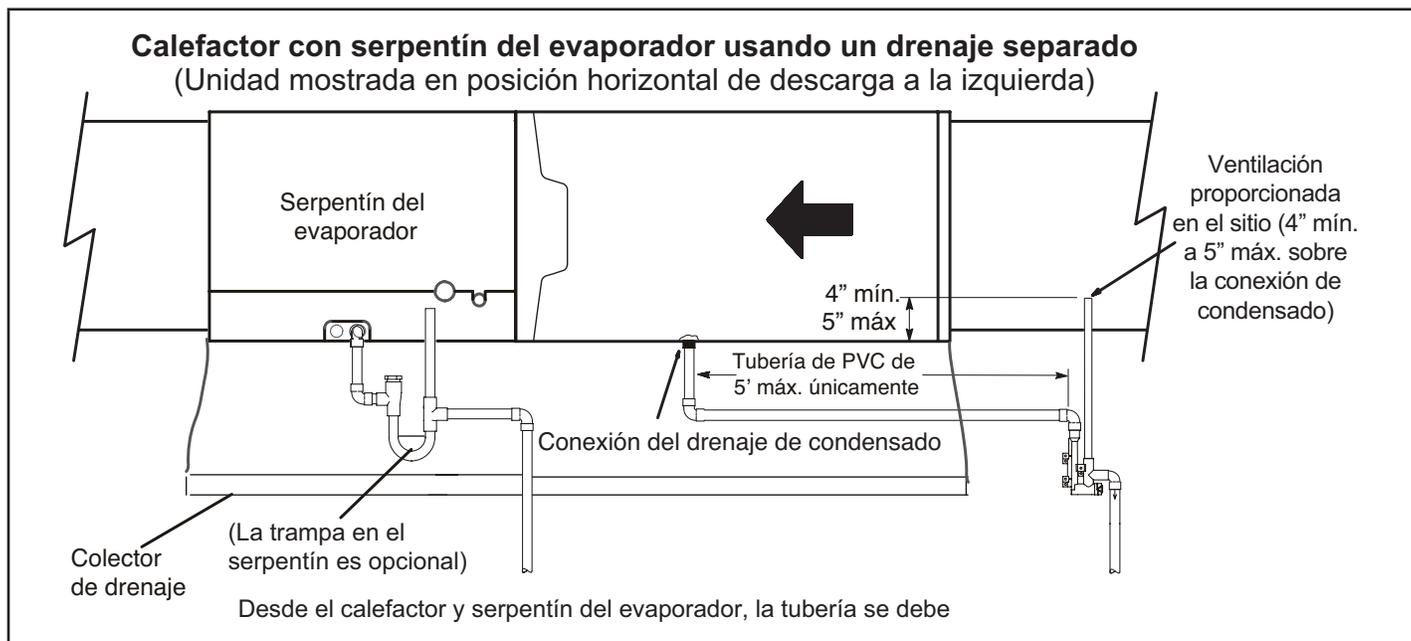
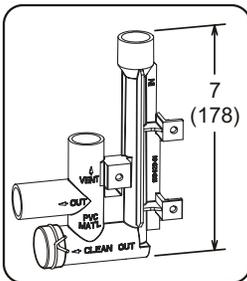

**FIGURA 48**
FIGURA 54
Esta unidad está diseñada para salida de la tubería de condensado a la derecha o a la izquierda en aplicaciones de flujo ascendente. En aplicaciones horizontales, la trampa de condensado se debe extender debajo de la unidad. Se requiere un espaciamiento de servicio de 8" para la trampa de condensado. Consultar la "FIGURA 46" y la "FIGURA 48" para las ubicaciones de las trampas de condensado. La "FIGURA 54" muestra el ensamble de trampa usando PVC de 1/2" o PVC de 3/4".
- 3 - Instale la tapa sobre la abertura de limpieza en la base de la trampa. Sujétela con una abrazadera. Ver "FIGURA 54".
- 4 - Instale la trampa de drenaje con los accesorios de PVC apropiados y aplique pegamento a todas las uniones. Aplique pegamento a la trampa de drenaje proporcionada como se muestra en la "FIGURA 54". Dirija la línea de condensado a un drenaje abierto. La línea de condensado debe mantener una inclinación hacia abajo de 1/4" desde el calefactor al drenaje.